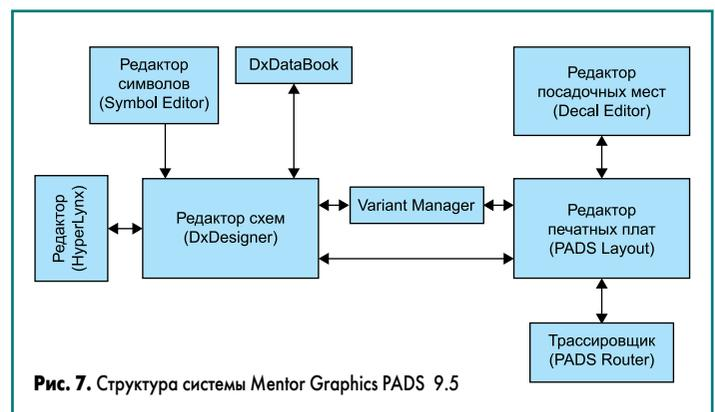

Рис. 7. Структура системы Mentor Graphics PADS 9.5
7. Трассировка проводников печатной платы при помощи PADS Router. Структура системы Mentor Graphics PADS 9.5 представлена на рис. 7.